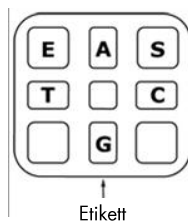

Abbildung 5. Grafische Darstellung der PyroMark Q24 Kartusche in der Draufsicht.
- 5. Beladen Sie die PyroMark Q24 Kartusche mit den entsprechenden Volumina an Nukleotiden sowie Enzym- und Substratgemisch, wie in Abbildung 5 dargestellt.**